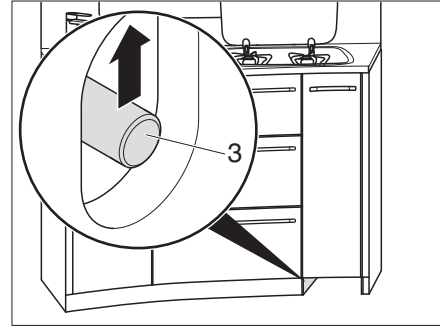

Fig. 119 Desbloquear los cajones de la cocina
- Empujar hacia arriba la barra de empuje (Fig. 119,3).